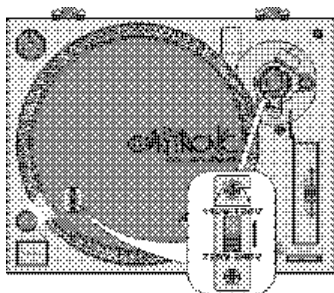

Abb. 7: Spannungswahl
3. Stecken Sie den Netzstecker in eine Steckdose (230 V AC, 50 Hz ~). Das Gerät lässt sich auch mit 115 V AC, 60 Hz ~ betreiben. Dazu den Spannungswahlschalter unter dem Plattenteller auf die obere Position 110-120 V stellen (Abb. 7).